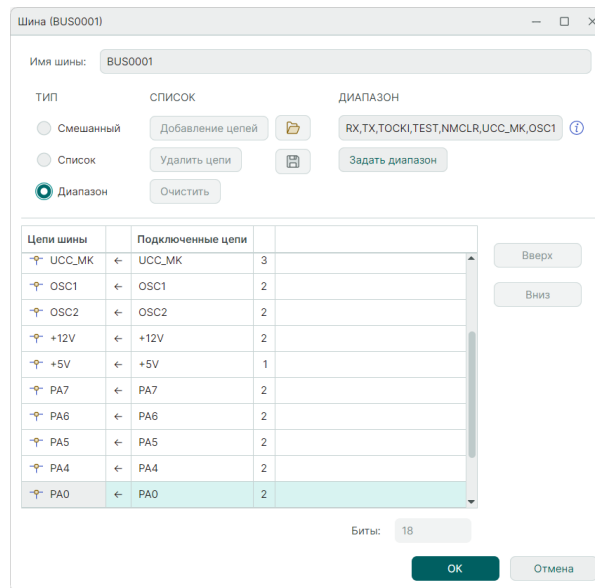

Рис. 173 Включение режима «Диапазон»
- Установите переключатель в положение «Диапазон», см. Рис. 173.